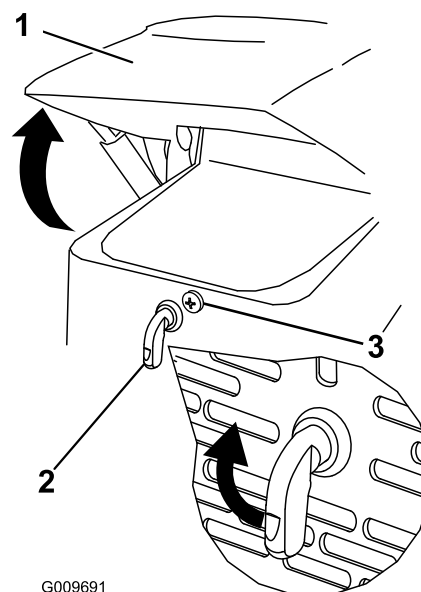

Рисунок 22
1. Ослабьте запорный винт капота (Рисунок 22)
2. Поверните защелку капота по часовой стрелке (Рисунок 22).
3. Откиньте капот вверх (Рисунок 22).
3. Затяните запорный винт капота, чтобы закрепить защелку (Рисунок 22).